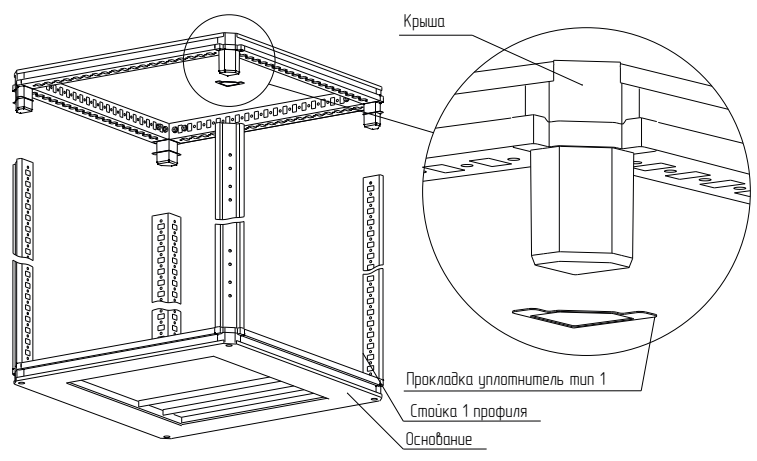

Рисунок 2
- 4.1.5 Вставить угловые элементы крыши в стойки 1 профиля, придерживая прокладки уплотнителя тип 1 на угловых элементах крыши (рисунок 2).